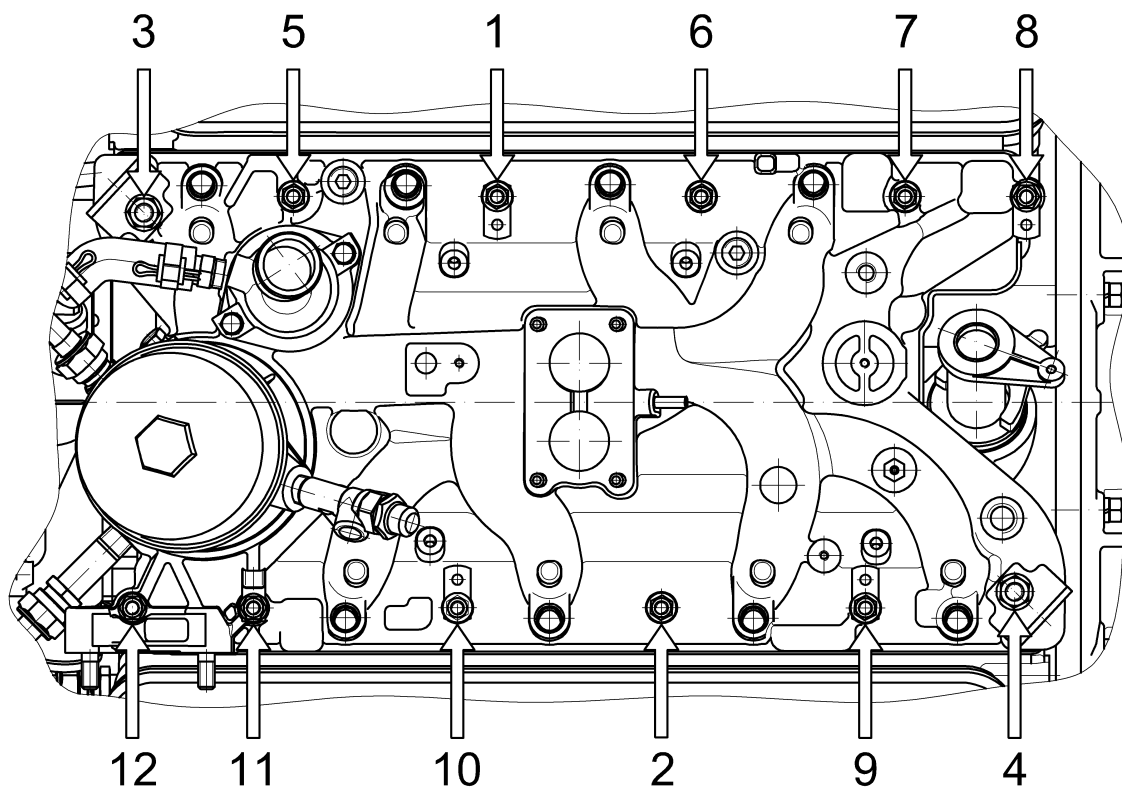

Рис.64. Порядок затяжки гаек впускной трубы
42. Завернуть гайки крепления впускной трубы. Сначала завернуть гайки так, чтобы равномерно слегка прижать прокладки, затем произвести окончательную затяжку гаек. Предварительную и окончательные затяжку гаек впускной трубы производить в последовательности, указанной на рис.64.